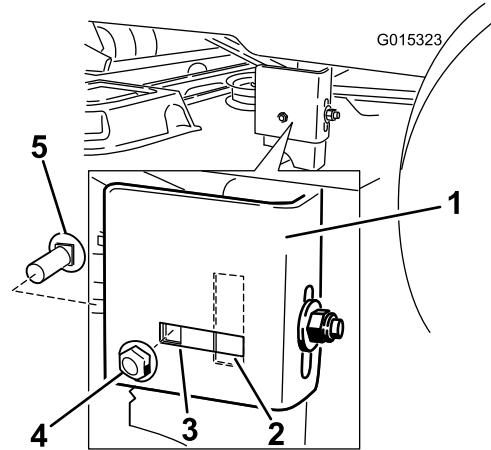

Figure 49
- 8. Vérifiez si le boulon de carrosserie latéral se trouve dans l'emplacement fixe ou allongé (Figure 49).
Remarque: Si le boulon de carrosserie latéral est à la position fixe, retirez-le ainsi que l'écrou de blocage latéral de cette position et placez-le dans l'emplacement de réglage allongé (Figure 49).